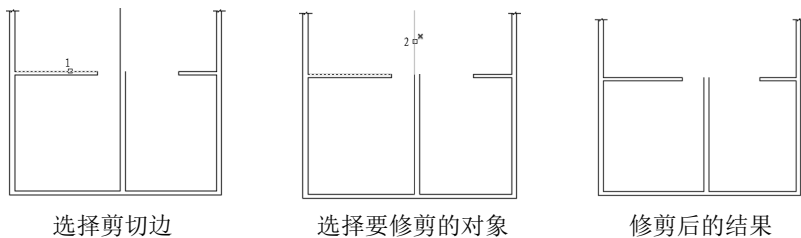

图 3-31 延伸方式修剪对象
(1) 在选择对象时，如果按住 Shift 键，系统会自动将“修剪”命令转换成“延伸”命令。有关“延伸”命令的具体用法将在后文中介绍。
(2) 选择“边”选项时，可以选择对象的修剪方式。
- ☑ 延伸(E)：延伸边界进行修剪。在此方式下，如果剪切边没有与要修剪的对象相交，则系统会延伸剪切边直至与对象相交，然后再修剪，如图 3-31 所示。